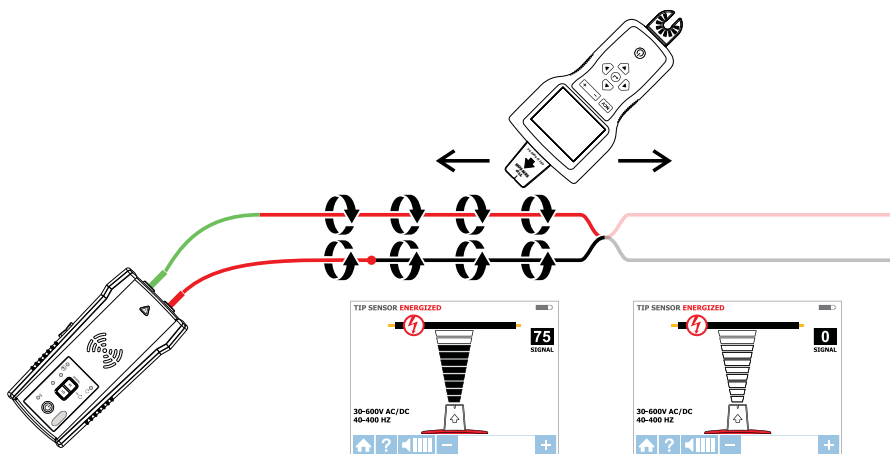

Abbildung 4.3: Kurzschluss finden
1. Verbinden Sie den Sender wie in Abbildung 4.3 gezeigt mithilfe der Messleitungen mit dem Stromkreis.